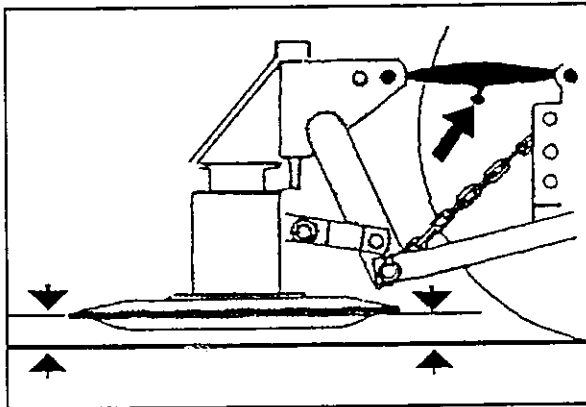

Bild 4-15
4. Mähwerk am Oberlenker absolut waagrecht zum Boden stellen (Bild 4-15).